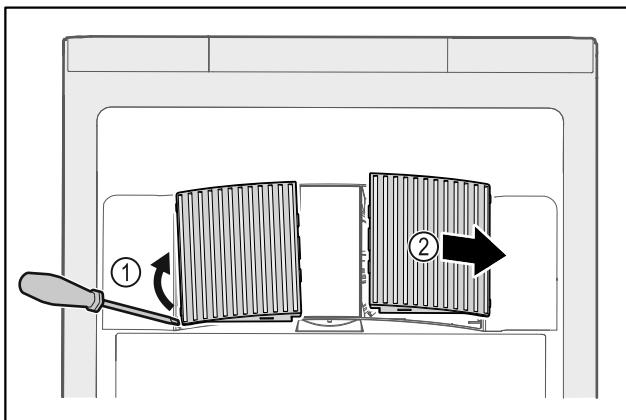

Fig. 46
- Кожух вентилятора обережно підважити зі сторони Fig. 46 (1) і витягнути рухом вперед Fig. 46 (2).